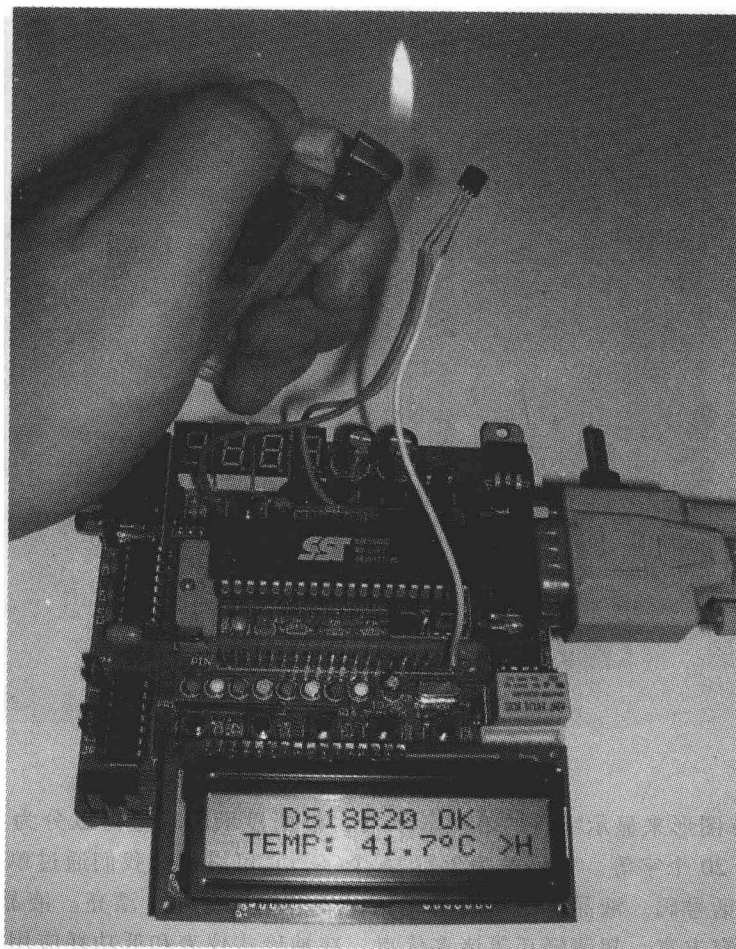
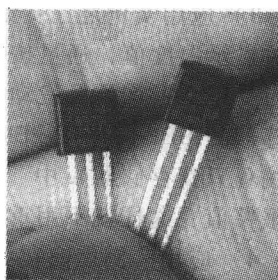

图 1-3 温度测试实例
图 1-4 DS18B20
3) 应用实例之三：如图 1-3 所示，这是一个温度测试及控制系统的应用实例。液晶屏实时显示温度值，通过按键设定温度报警上、下限数值。当实际温度超过上、下限额定温度值时，继电器产生触发动作，蜂鸣器报警。人工设定的温度报警值自动存入 DS18B20 温度传感器的 EEPROM——Electrically Erasable (and) Programmable Read-Only Memory (电可擦可编程只读存储器) 中，可永久保存。每次开机时，自动从温度传感器的 EEPROM 读出温度报警值，这样就不用重复设置额定值了。图 1-4 所示为 DS18B20 温度传感器的实物图片。